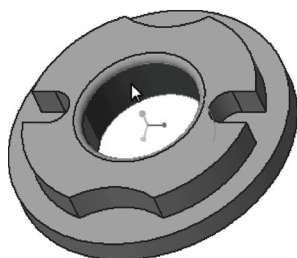

图 8-34 选择要修改的曲面
2) 在功能区中选择“柔性建模”标签以打开“柔性建模”选项卡，接着选择图 8-34 所示的内圆柱曲面。